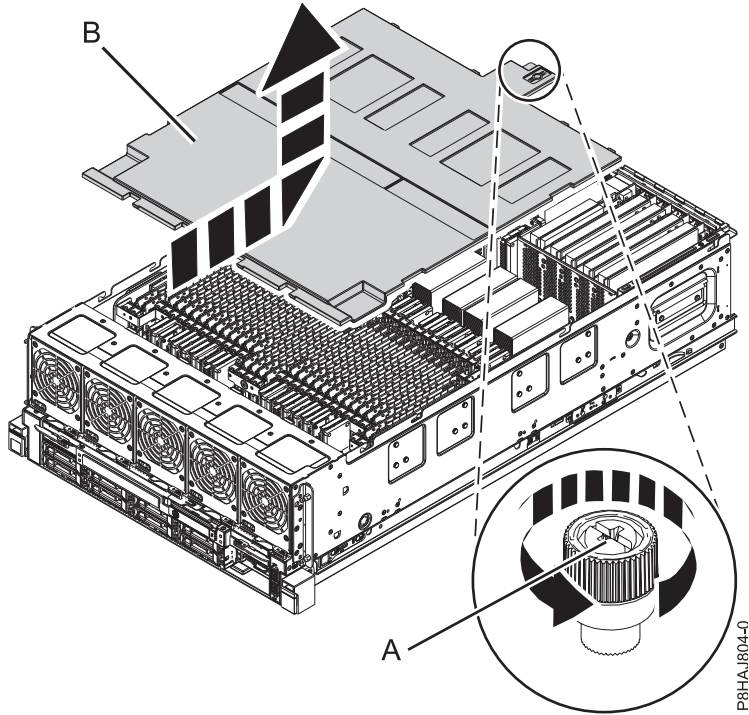

Figura 31. Extracción de la cubierta de seguridad
2. Afloje el tornillo de mano (A) situado en la parte posterior de la cubierta, girándolo en la dirección que se muestra en la Figura 31 en la página 54.
3. Deslice la cubierta de seguridad (B) hacia la parte posterior del sistema. Cuando la parte frontal de la cubierta se haya separado del reborde superior del chasis, levante la cubierta hacia arriba y fuera del sistema.